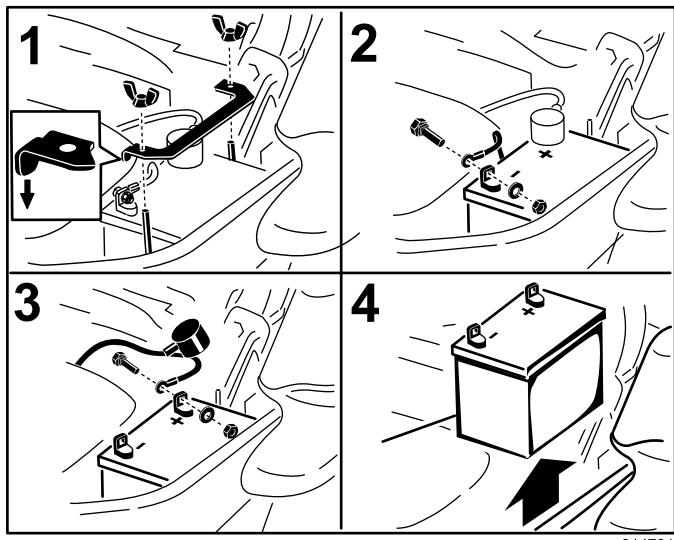

Figura 46
3. Primero desconecte el cable negativo (negro) del borne negativo (–) (negro) de la batería (Figura 46).
4. Retire la cubierta de goma roja del borne positivo (rojo) de la batería y retire el cable positivo (+) (rojo) (Figura 46).
5. Retire la tuerca de orejeta que sujeta la abrazadera de la batería (Figura 46).
6. Retire la abrazadera (Figura 46).
1. Coloque la batería en la bandeja, con los bornes frente al depósito de aceite hidráulico (Figura 46).
4. Fije los cables con 2 pernos, 2 arandelas, y 2 contratuerzas (Figura 46).
6. Instale la abrazadera y sujétela con la tuerca de orejeta (Figura 46).